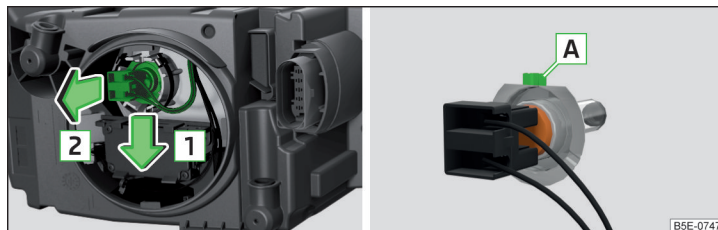

Fig. 358 Cambiar la bombilla de la luz de cruce
- ▶ Liberar el conector con la bombilla en el sentido de la flecha **1** » **fig. 358.**